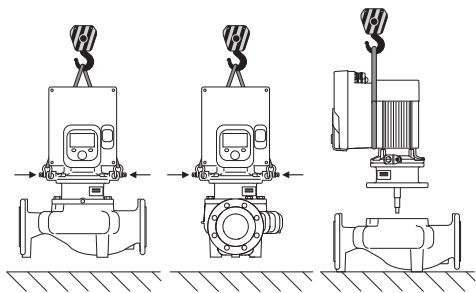

Fig. 6: Kierunek podnoszenia z pionowym wa-
Pompę należy transportować, korzystając z dopuszczonych zawiesi (np. wielokrążka, żurawia itp.). Zawiesia należy zamocować do uchwytów transportowych znajdujących się na kołnierzu silnika. (Fig. 6, tutaj przedstawiono: kierunek podnoszenia z pionowym wałem silnika).
2. W celu zabezpieczenia należy zamocować głowicę silnika (Fig. 4) za pomocą odpowiednich urządzeń wciągających w uchwytach transportowych. Aby jednostka nie wyróciła się, należy ułożyć wokół niej pętlę z pasa według Fig. 6 obejmującą silnik i adapter modułu elektronicznego. Podczas mocowania unikać uszkodzenia modułu elektronicznego.